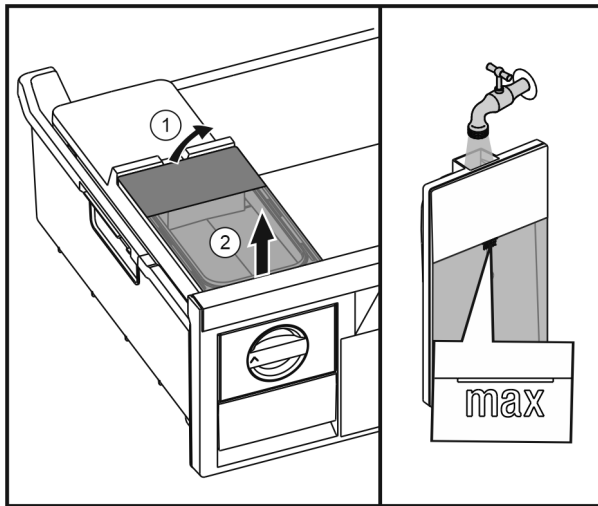

Fig. 43
- Поднять бак для воды сзади Fig. 43 (1) и извлечь движением вверх Fig. 43 (2).